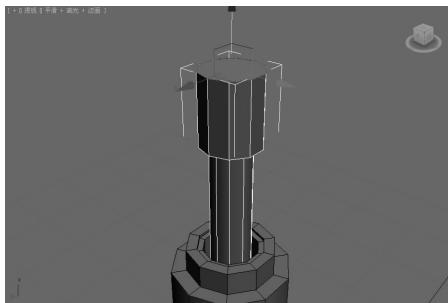

图 5-95 挤出按压器顶面的多边形▲
(2)切换到圆柱体的“修改”命令面板,在其下拉列表中选择“编辑多边形”选项,单击“选择”卷展栏中的“多边形”按钮,在透视图中选中顶面,在“编辑多边形”卷展栏中单击“倒角”按钮右边的 按钮,弹出“倒角多边形”对话框,设置“高度”为 0.1,“轮廓量”为 0.5,单击“确定”按钮。继续单击“挤出”按钮右边的 按钮,弹出“挤出多边形”对话框,设置“挤出高度”为 4,单击“确定”按钮,效果如图 5-95 所示。